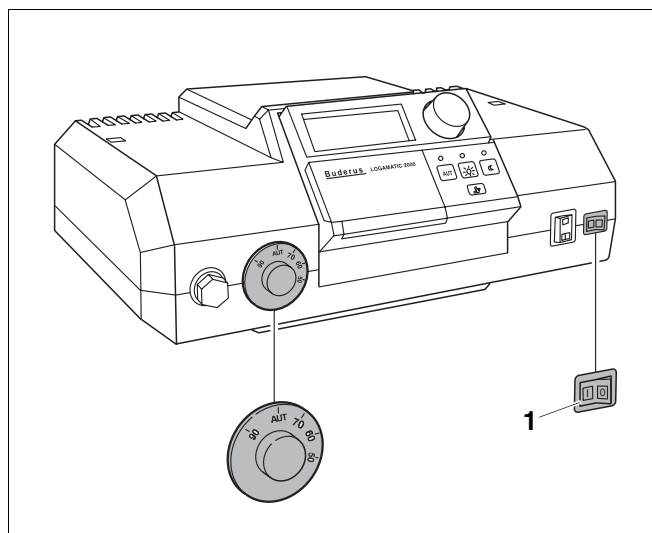
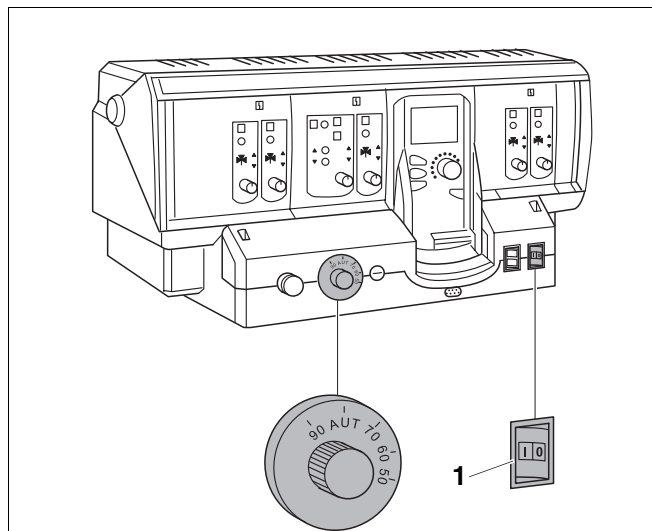

Fig. 37 Sistem de reglare Logamatic 2000
Fig. 38 Sistem de reglare Logamatic 4000
- Comutator de punere în funcțiune (Fig. 37, **Poz. 1** respectiv. Fig. 38, **Poz. 1**) va fi setat pe poziția "0" (OPRIT).